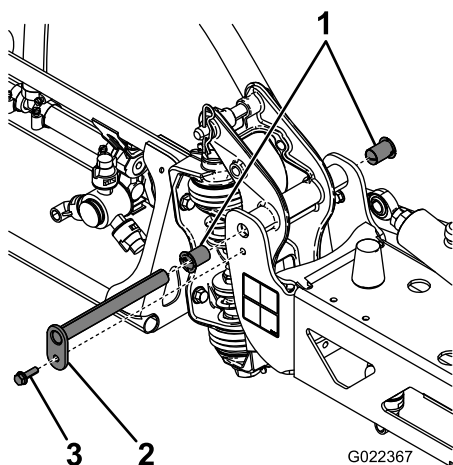

Рисунок 57
3. Поддерживая стрелу, отверните болт и гайку крепления оси поворота к узлу стрелы (Рисунок 57).
4. Отверните болт и гайку, которые крепят ось поворота, и снимите ось поворота (Рисунок 57).
6. Снимите и осмотрите нейлоновые втулки с передней и задней сторон кронштейна шарнира (Рисунок 57).
7. Нанесите небольшое количество масла на нейлоновые втулки и установите их в кронштейн поворота (Рисунок 57).
8. Установите стрелу и кронштейн поворота в сборе в центральную раму, совместив отверстия (Рисунок 57).